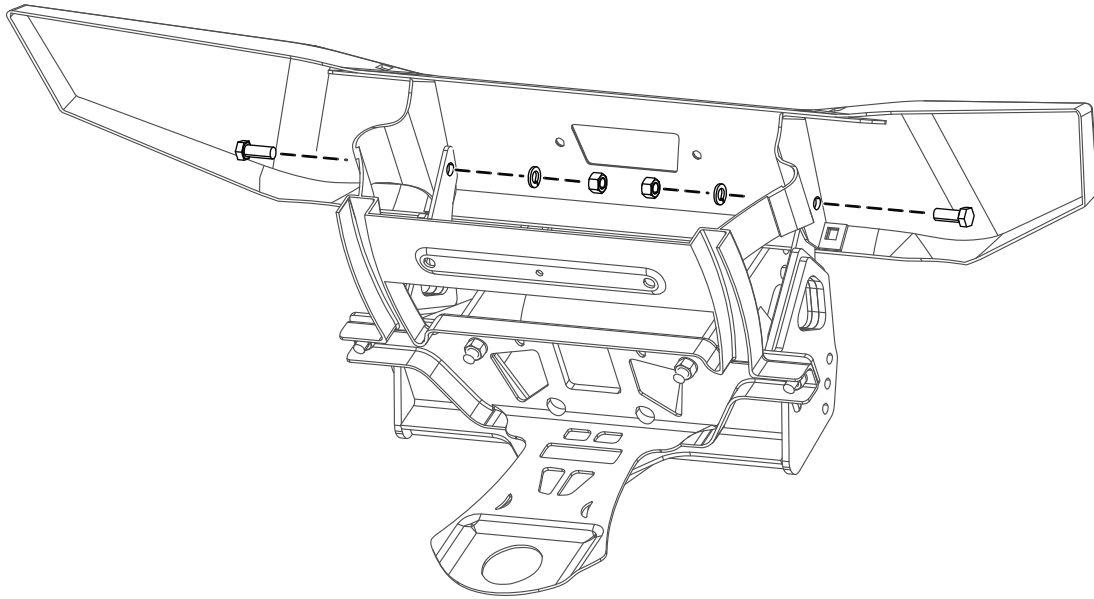

Bild 2
4. Befestigen Sie die Mitte des Unterfahrtschutz mit zwei Schrauben (M12 x 1¾"), zwei Sicherungsscheiben und zwei Muttern handfest am Fahrzeugrahmen (Bild 2).